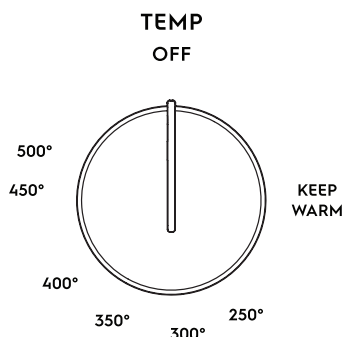

Figure 14: Température du four
4. Tournez le bouton de température du four (TEMP) à la température de cuisson souhaitée (figure 14).